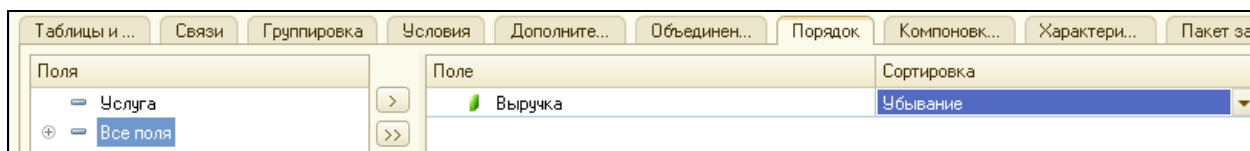

Рисунок 4.19 Установка сортировки по полю Выручка
9. Перейти на закладку **порядок** определим сортировку результата запроса по убыванию поля **Выручка** (Рис. 4.19). Нажать ОК.